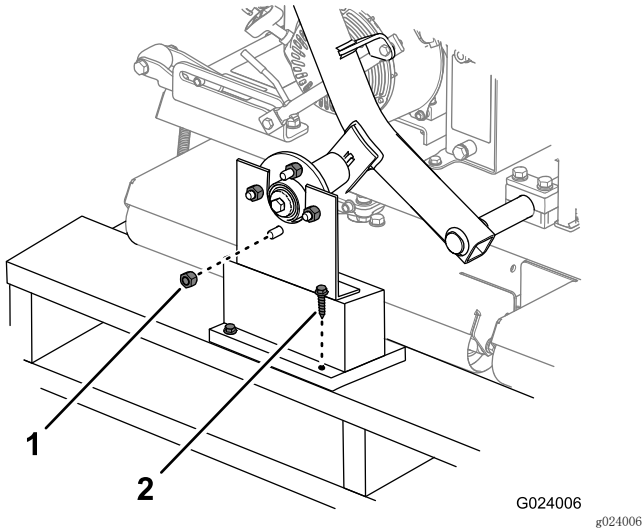

图3
1. 拆下将车轮轮毂固定到运输支架的车轮螺母（图3）。此外，还要拆下拧在每个车轮轮毂螺栓上的螺母。